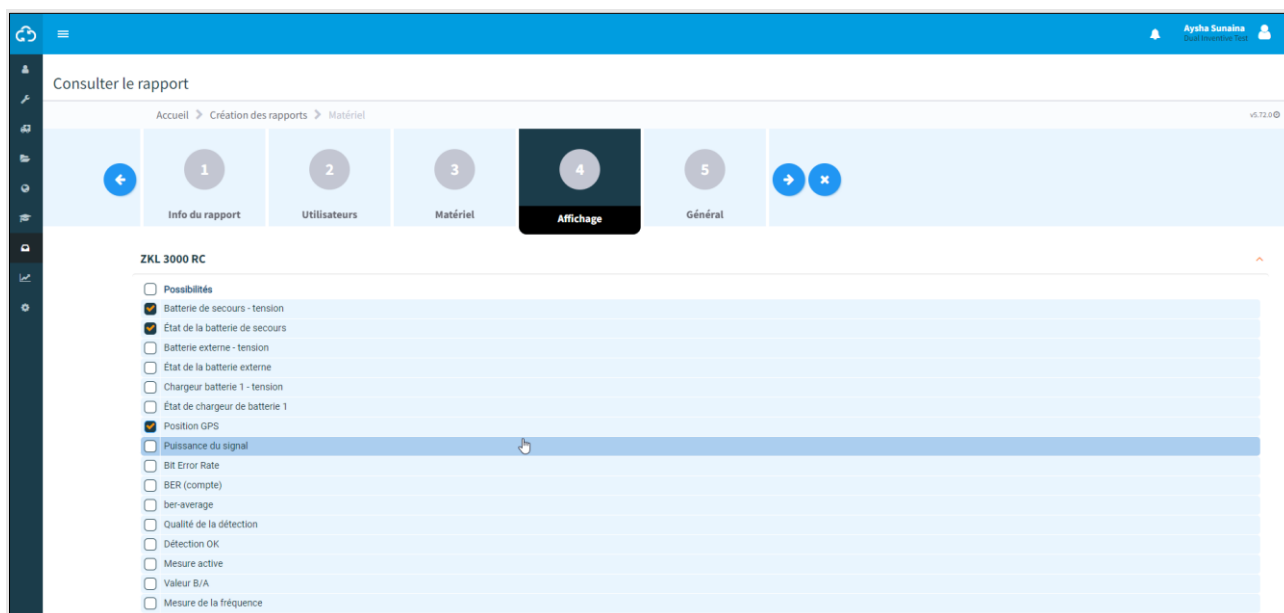

Figure 87 Consulter le rapport - affichage
- Étape 2 – Affichage (Figure 87),